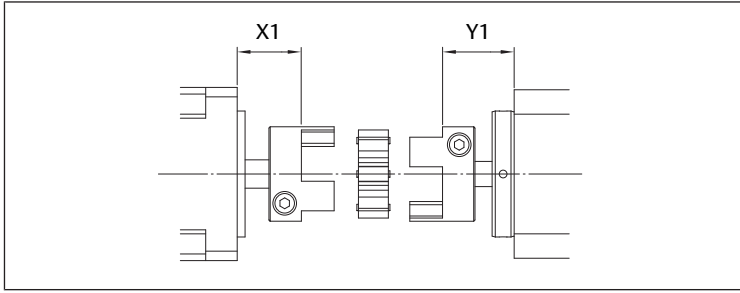

图 12: 无脚部固定装置的连接器的位置尺寸
- 对于无脚部固定装置的连接器。参见 → 图 12 和 → 表 4。